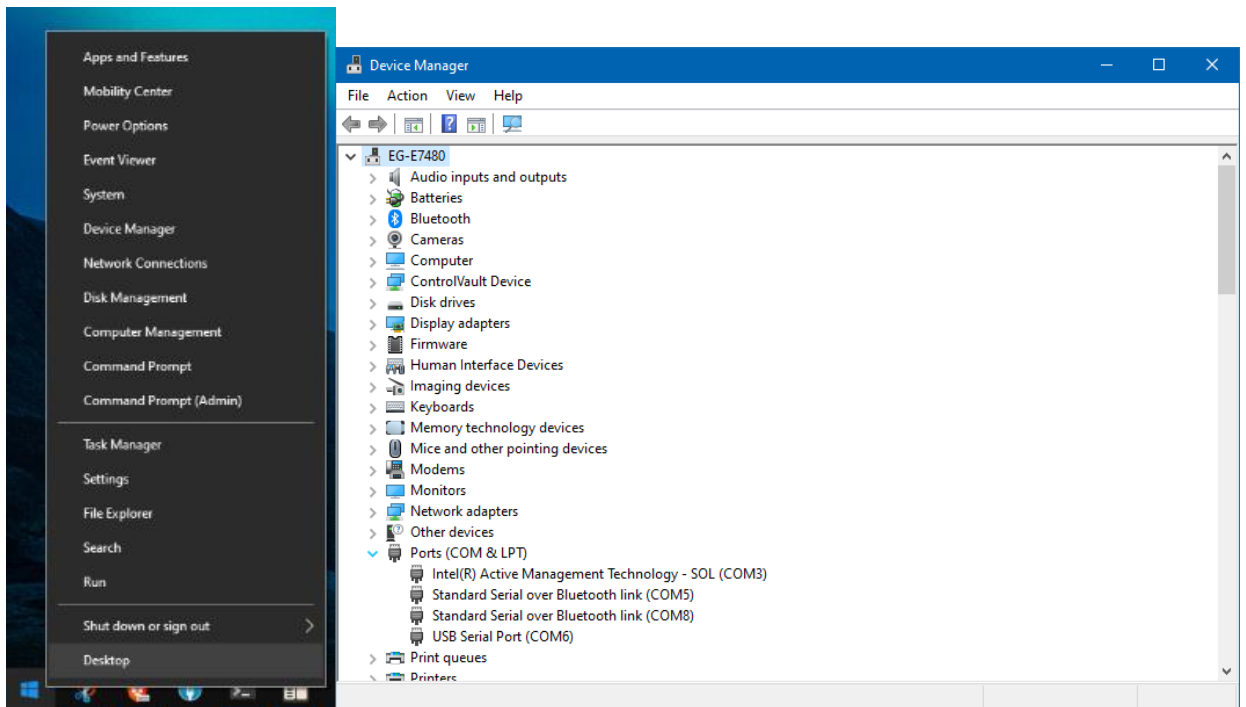

Рисунок 1 – Відкриття Диспетчеру пристроїв через меню Пуск
1) Клікнути правою кнопкою миші по меню «Пуск» (рис. 1) та обрати Device Manager/Диспетчер устройств/Диспетчер пристроїв (в залежності від мови Windows) та в пункті Ports (COM & LPT) перевірити наявність драйверів та правильність функціонування пристрою.